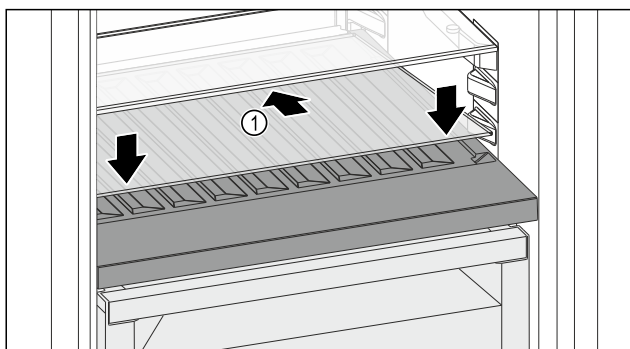

Fig. 116
- Sett på glassplaten Fig. 116 (1) skrått og vippt bakover nede.
- Senk glassplaten Fig. 116 (1) foran.